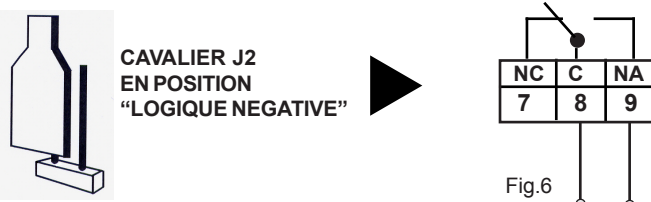
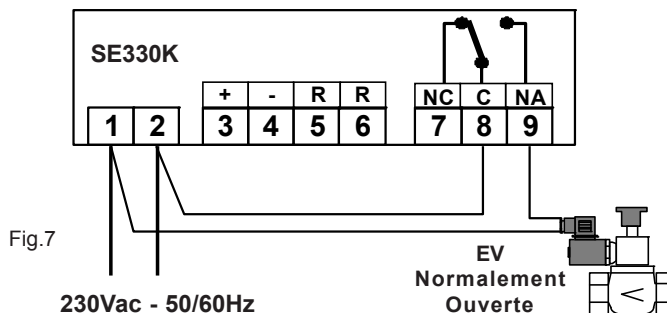
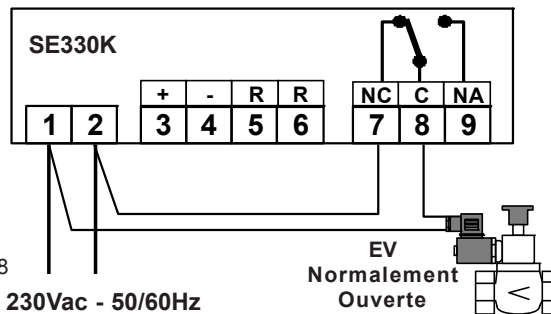

Fig.6
Fig.7
Fig.8
**LOGIQUE NEGATIVE (SE330K):** dans ce cas, la bobine du relais n'est pas alimentée et celui-ci est désexcité (Fig.6). Idéale pour le fonctionnement d'électrovannes de type N.O. (Normalement Ouverte Fig.7) ou type N.F. (Normalement Fermée Fig.8).